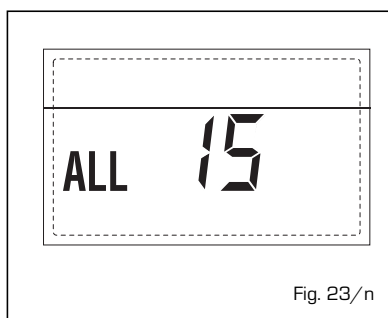

Fig. 23/n
- INTERVENCIÓN TERMOSTATO DE SEGURIDAD PRIMERA ZONA MEZCLADA "ALL 20" (fig. 23/p)